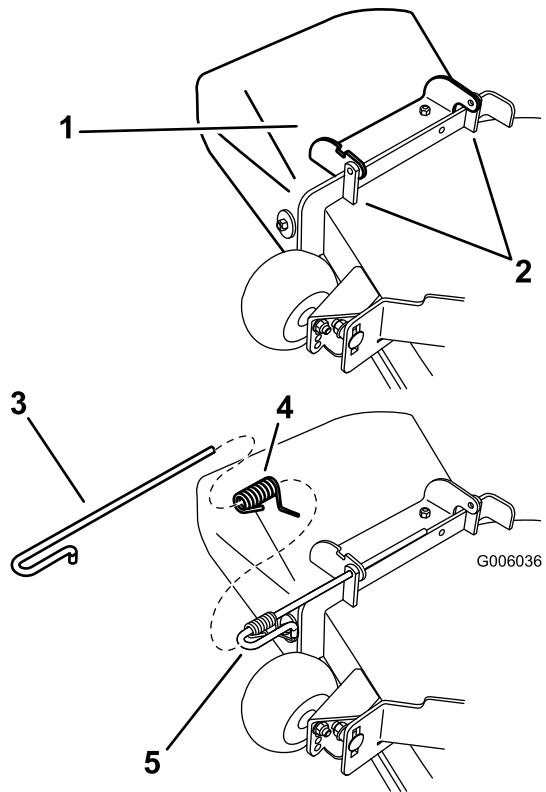

Bild 69
1. Entfernen Sie die Feder von der Kerbe in der Ablenkblechhalterung und schieben Sie die Stange aus den geschweißten Mähwerkhalterungen, der Feder und dem Auswurfablenkblech (Bild 69). Entfernen Sie defekte oder abgenutzte Auswurfkanäle.